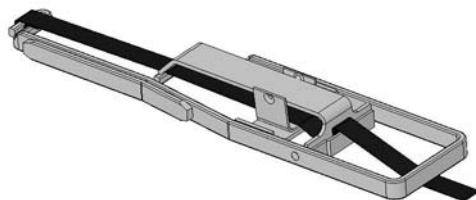

Fig. 5
5. Rotate locking lever forward until it snaps into place as shown in fig. 5.
5. Placez le levier de serrage vers l'avant jusqu'à son enclenchement, voir figure 5.